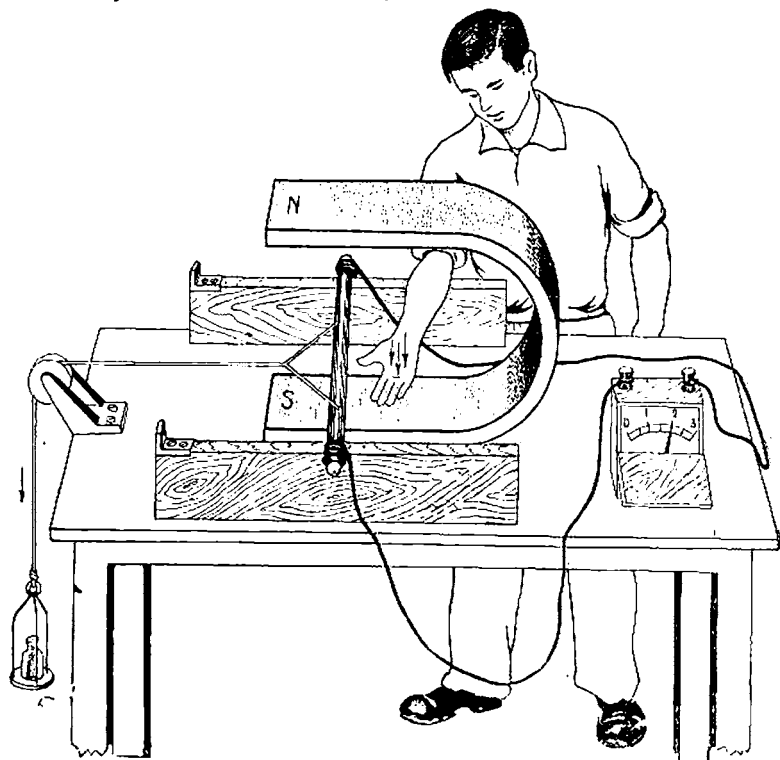

Fig. 119. — Curent indus într'un conductor
65. **Inducția într'un conductor.** Pentru aceasta să cercetăm ce se petrece într'o porțiune d'intr'un circuit, adică într'un conductor de o anumită lungime. Să facem în acest scop experiența în modul arătat în fig. 119.